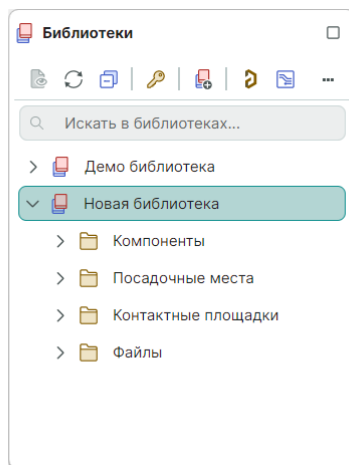

Рис. 10 Импортированная библиотека
6. Импортированная библиотека отобразится в панели «Библиотеки», см. Рис. 10.